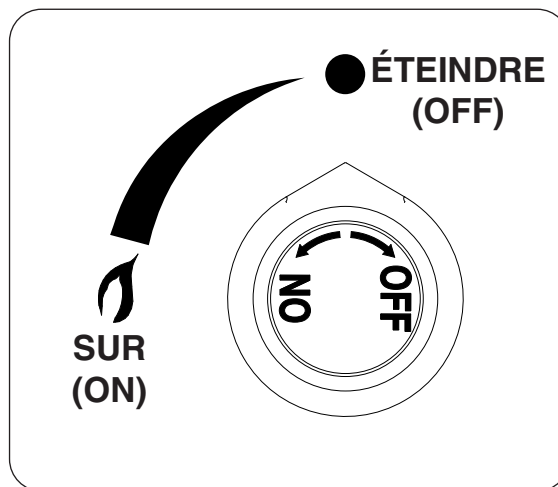

Fig. 44-2
- 4. **Une fois la flamme en position**, tournez le bouton de commande dans le sens inverse des aiguilles d'une montre sur la position **ON (sur)**, appuyez et maintenez la position pendant 15 secondes (voir Fig. 44-2). Votre brûleur devrait s'allumer dans un délai de 5 secondes.
Pour éteindre votre brûleur à gaz, tournez le bouton de commande du gaz dans le sens des aiguilles d'une montre jusqu'à la position **OFF (éteindre)** (voir Fig. 44-2). Veillez à ce que le bouton de commande soit éteint entièrement pour éviter toute fuite de gaz.